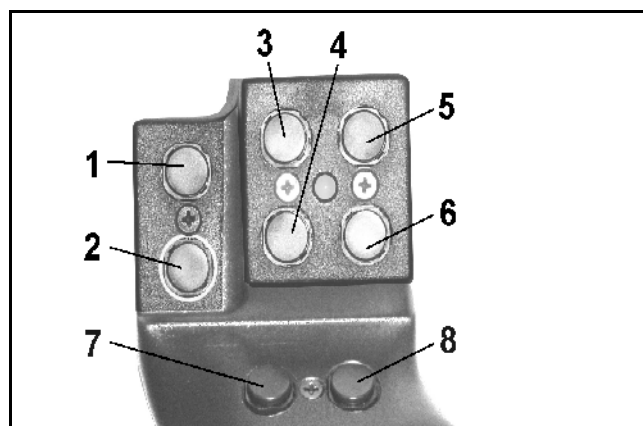
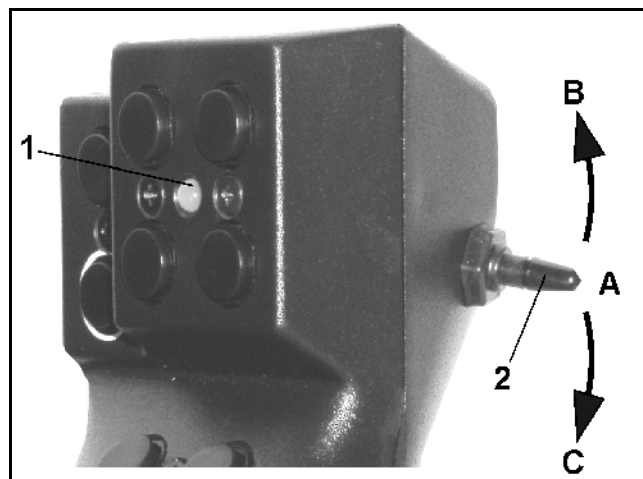

Рис. 26
Рис. 27
Для обслуживания **AMATRON 3** многофункциональная рукоятка (Рис. 26) имеет 8 клавиш (1 - 8). Кроме того при помощи переключателя (Рис. 27/2) назначение клавиш может изменяться 3-кратно.
-  центральном положении (Рис. 27/A) и может переставляться
-  вверх (Рис. 27/B) или
-  вниз (Рис. 27/C).
Положение переключателя отображается посредством светодиода (Рис. 27/1).